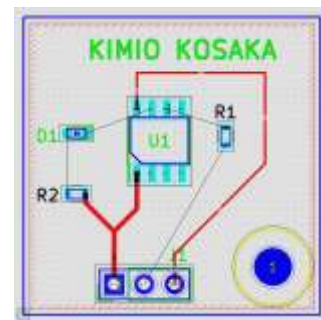

図 10-20
(17) GND, VCC 他の手動配線 右図 10-20
- ① グリッドを 0.6350mm (25.00mils) にします。
- ② 上ツールバーの **配線: 0.xxx** プルダウンメニューで線幅 0.2mm を選択し GND を手動配線します。このとき、
- ③ 線幅 0.4mm で VCC を手動配線します。